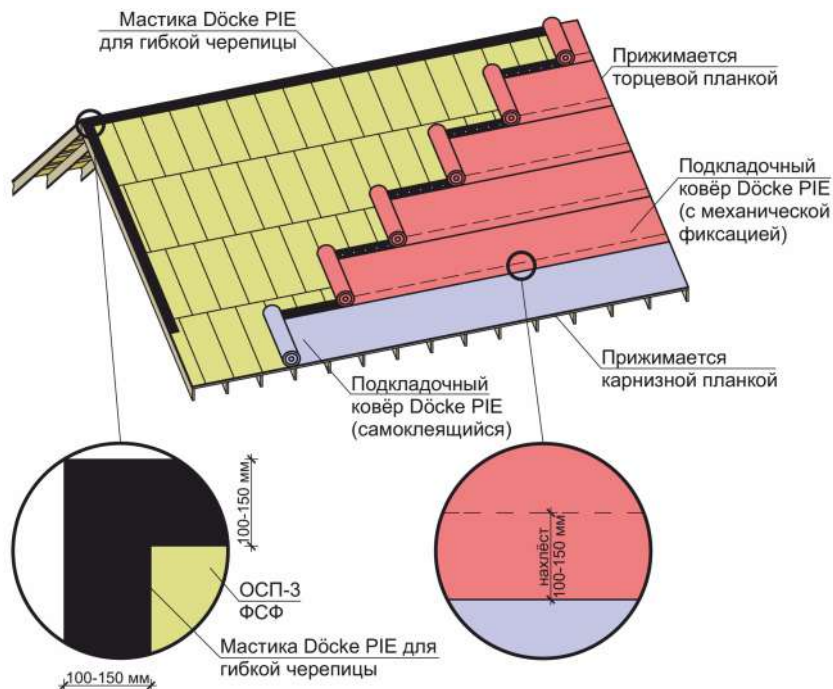

Рис. 6 Схема расположения подкладочного ковра Döcke PIE (последовательность укладки полотен в соответствии с п. 4.1.2).
- 4.1.4 Крепёж подкладочного ковра – тип 1 (таблица №1). Шаг гвоздей составляет 200 мм в местах нахлёстов (рис. 6). Самоклеящиеся ковры Döcke PIE вдоль карниза снизу прижимаются карнизными планками (п.5). Самоклеящийся подкладочный ковер необходимо крепить гвоздями в тех случаях, когда планируются перерывы в работе, а также когда планируется использовать ковры в качестве временной кровли.